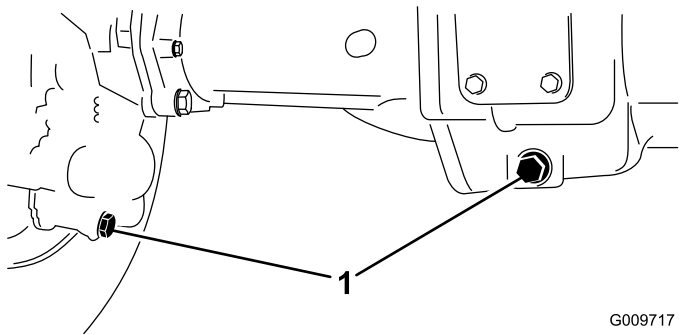

Figure 68
2. Nettoyez la surface autour des 3 bouchons de vidange, 1 à chaque extrémité et 1 au centre (Figure 68).